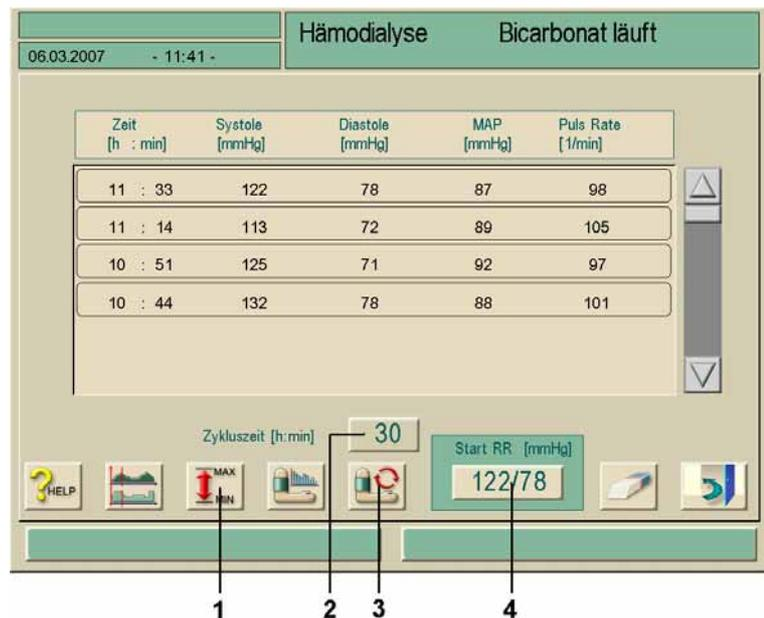

Fig. 10-2 Bildschirm „ABPM-Hauptübersicht“
- Im Bildschirm „Therapie“ Feld 1 bzw. in der „ABPM-Hauptübersicht“ (Fig. 10-2) Feld 4 berühren.
➤ In der ABPM-Hauptübersicht (Fig. 10-2) Ikone berühren. Der folgende Bildschirm erscheint:
- Im Bildschirm „ABPM-Hauptübersicht“ (Fig. 10-2) Ikone berühren.